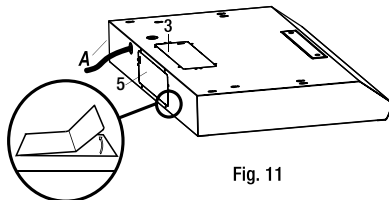

Fig. 11
- Escoja el orificio de ventilación para su tipo de instalación. Utilice el orificio superior (3) para una instalación de ventilación por la parte superior y el orificio posterior (5) para una instalación de ventilación por la parte posterior.
- Retire con cuidado la tapa (3 o 5) del orificio de ventilación adecuado utilizando un destornillador plano o pinzas de punta de aguja (consulte la Fig. 11). Tenga cuidado de no dejar restos dentro de la campana extractora (A).